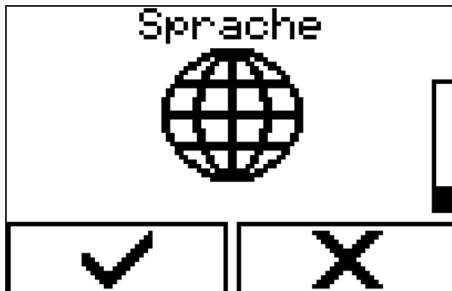

Abb. 61: Menü auswählen
1. → Menü über „Handschalter“ → „Sprache“ (Abb. 61) auswählen.